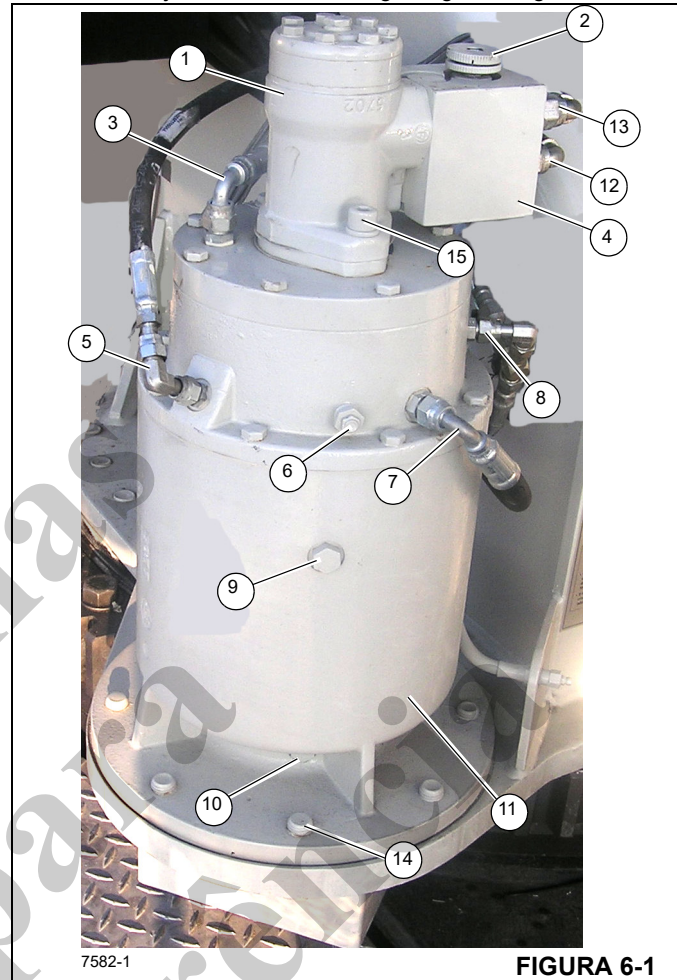

FIGURA 6-1
A força hidráulica para o acionamento do giro (Figura 6-1) é fornecida pela bomba hidráulica de pistão axial acionado pela PTO (Tomada de força). O óleo flui da bomba, através da entrada 3 da rótula, para a válvula de controle principal.
Lista de itens da Figura 6-1
1. Etiquete todas as mangueiras hidráulicas e entradas da caixa de engrenagens Figura 6-1. Remova todas as mangueiras da caixa de engrenagens e tampe as entradas abertas com bujões.